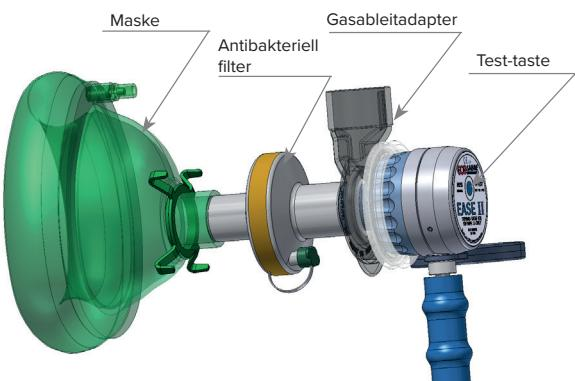

Abb. 1: Befestigung des Reinigungsadapters, des Filters und der Maske.
- Schieben Sie den Gasableitadapter (sofern im Lieferumfang enthalten) auf den Patientenanschluss des Demandventils (siehe Abb. 1).
Wählen Sie eine geeignete Komponente (Maske oder Mundstück und antibakterieller Filter) für den Patienten aus, und schieben Sie sie auf den konischen 22-mm-Auslass am Patientenanschluss des Demandventils (siehe Abb. 1).
Die Einheiten müssen durch leichtes Drücken der Testtaste überprüft werden (siehe Abb. 1. und 2). Dabei sollte das Strömen von Gas durch die Maske bzw. das Mundstück hörbar sein. Durch Loslassen der Taste sollte der Gasstrom unterbrochen werden.